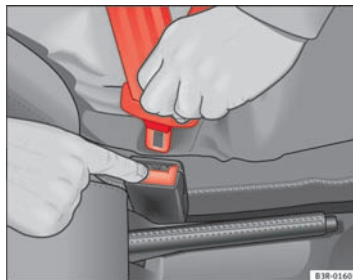

Fig. 15 Frigørelse af låsetap fra selelås
- Tryk på den røde knap på selelåsen ⇒ Fig. 15. Låsetappen springer ud ⇒ ⚠.